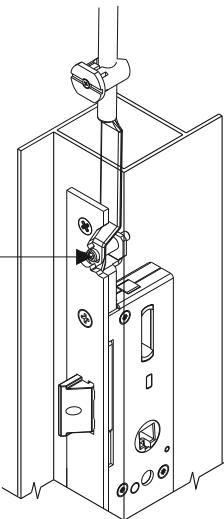

Fig. 2
- 8) Agganciare le aste ai rinvii tramite le apposite viti inserite attraverso i fori sul frontale utilizzando una chiave esagonale da 2,5 mm. N.B. avvitare le viti completamente in battuta sui rinvii (Fig. 2)
- 8) Hook the rods to the through and return mechanisms using the special screws inserted through the holes on the face plate with a 2.5 mm. Allen wrench. N.B.: Screw down the screws completely against the through and return mechanisms (Fig. 2)
- 8) Fixer les tringles aux mécanismes de renvoi au moyen des vis correspondantes qui sont déjà introduites dans les trous sur la têtière, en utilisant une clé à six pans de 2,5 mm. N.B. Serrer les vis en butée sur les mécanismes de renvoi (Fig. 2)
- 8) Die Stangen mit den dazu vorgesehenen Schrauben durch die Löcher der Abdeckung an den Rückführungen befestigen. Hierzu einen 2,5 mm-Sechskantschlüssel verwenden. ANM. Die Schrauben bis zum Anschlag an den Rückführungen festziehen (Fig. 2)